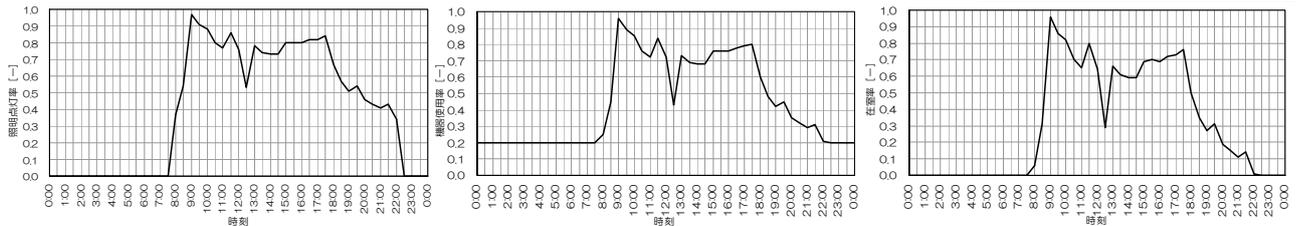

図1. 内部発熱スケジュール*1,*2,*3
□ BESTの講習会のテキスト*1で使用している、事務所ビルでの内部発熱のスケジュールを図1に示します。